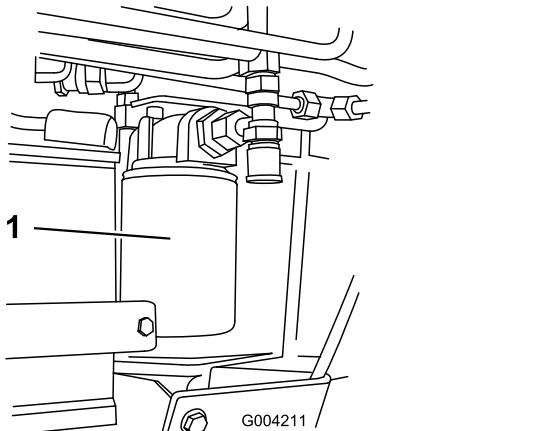

Figure 62
4. Placez un bac de vidange sous le filtre (Figure 62).
5. Enlevez le filtre à huile usagé (Figure 62) et essuyez la surface du joint de l'adaptateur.
7. Montez le filtre de rechange sur l'adaptateur (Figure 62). Tournez le filtre dans le sens horaire jusqu'à ce que le joint rejoigne l'adaptateur, puis serrez-le encore de $\frac{3}{4}$ tour.